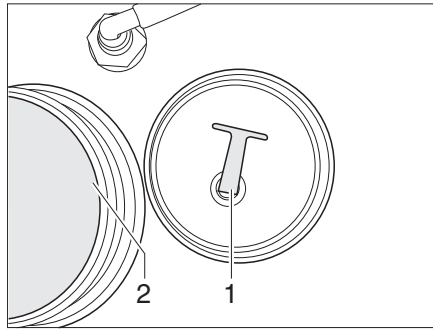

Fig. 145 Serbatoio dell'acqua
- Svitare il coperchio (Fig. 145,2).
- Svitare il coperchio (Fig. 145,2) del serbatoio dell'acqua.
- Svitare il tappo di chiusura (Fig. 145,1) dall'apertura di scarico. L'acqua fuoriesce.